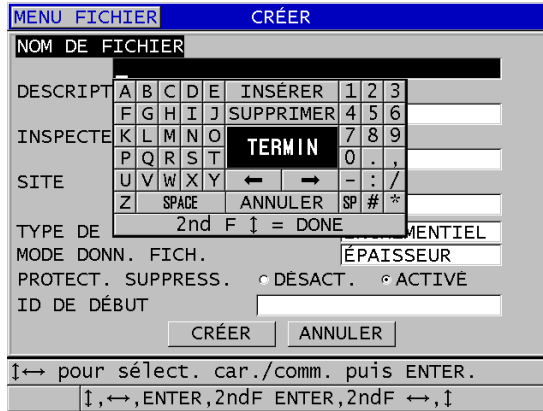

Figure 11-4 Écran **CRÉER** des fichiers de données de type incrémentiel
2. Dans l'écran **CRÉER**, faites ce qui suit (voir la Figure 11-4 à la page 189) :